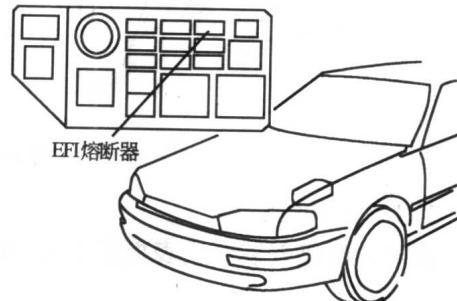

图 1-1-5 EFI 熔断器位置图
(3) 由仪表板直接读取 [CHECK] 灯闪烁表示的故障码。
(4) 清除发动机故障码, 从熔断器盒中将“EFI”熔断器拆下 10s 以上, 再装回即可清除故障码, EFI 熔断器位置如图 1-1-5 所示。